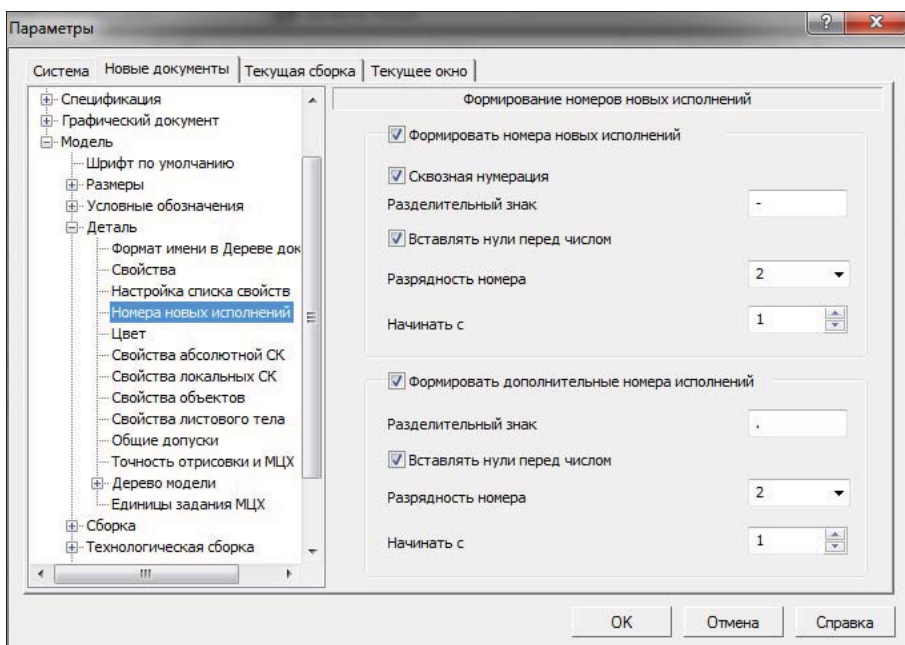

Рис. 27.11. Диалоговое окно **Параметры** с открытой панелью **Формирование номеров новых исполнений**
- ◆ щелкните ЛК по пункту **Номера новых исполнений** — справа откроется панель **Формирование номеров новых исполнений** (рис. 27.11). На данной вкладке настраиваются номера новых исполнений: